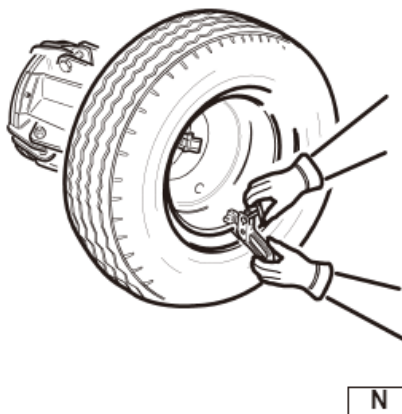

Рисунок 23
- Снимите хомут и прикрепите его ко второму бортику внизу с внешней стороны (6 часов) (см. рис. 23).